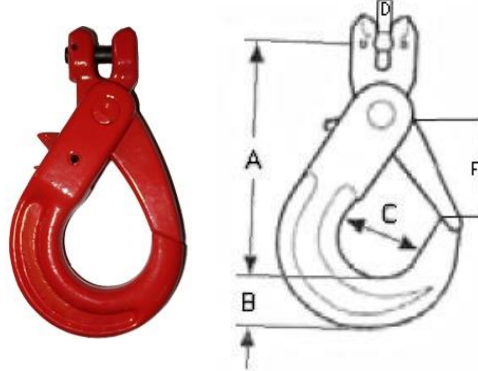

Рис.2
**Крюк цепной с вилочным соединением** (с принудительным закрыванием) изготовлен специально для цепных строп. Вилочное сопряжение позволяет быстро присоединить крюк к цепи без использования соединительных звеньев и скоб, а самозапирающийся механизм замка предотвращает расстроповку груза. Под нагрузкой замок крюка принудительно закрывается, открыть его возможно только после отжатия предохранителя. В крюк вмонтированы соединительный штифт и предохранительная пружина. Рабочая нагрузка от 1.12 до 15 т (см. рисунок 2 и таблицу 2).